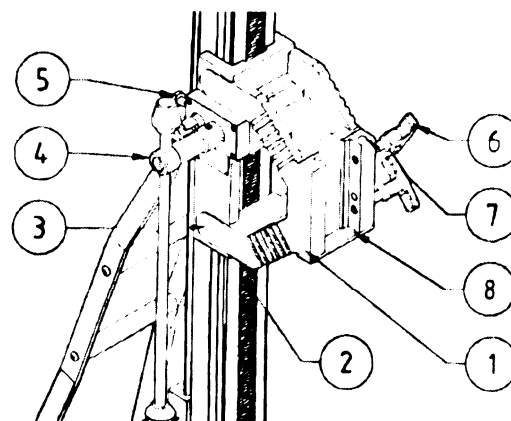

Рис. 3-2 Каретка / зубчатая передача
3.2.2 Каретка /зубчатая передача (рисунок 3-2)